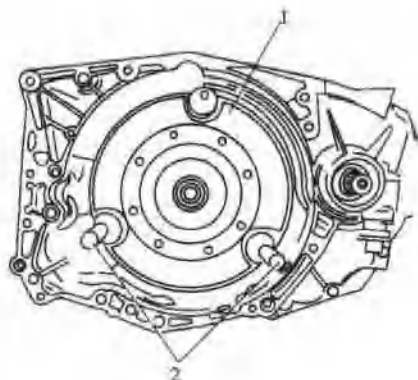
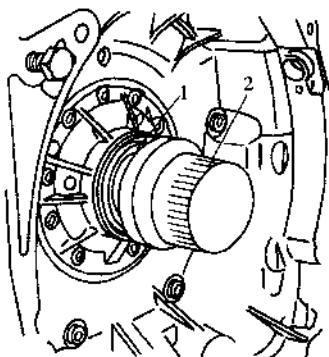

图 4.26 拆卸变矩器
图 4.28 安装变速器油封
- ① 拆卸变速器总成(参见自动变速器总成的拆卸)。
- ② 用带螺纹的套管拧入变矩器螺杆,如图 4.26 所示,然后拉出变矩器。
- ① 将变矩器油封座清洁干净后,用变矩器油封安装套筒将新的变矩器油封安装到位,如图 4.28 所示。
- ② 检查变矩器中心定位装置曲轴和变矩器侧、变矩器上油封支座、3 个固定点、油泵驱动过渡平面及变矩器泵轮上的花键等有无损伤,若有应更换变矩器。
- ③ 如果更换新的变矩器,应向新变矩器内加注一部分变速器油。
- ④ 用变速器油润滑变矩器油封支座内侧。
- ⑤ 如同拆卸变矩器时那样,用带螺纹的套管拧入变矩器螺杆,如图 4.26 所示,然后推入变矩器。为便于变矩器泵轮花键较容易地啮合,在推入的同时轻轻转动变矩器。
- ⑥ 参照自动变速器总成的安装,将变速器与发动机组装好。